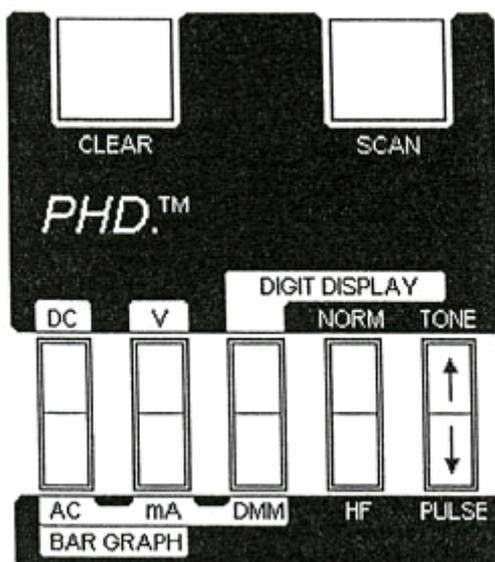

Рис. 4
На Рис.4 показано расположение переключателя Тональный/Импульсный (TONE/PULSE), который используется для выбора типа набора телефонного номера из тех, что предоставляются коммуникатором PHD. Когда переключатель находится в положении Тональный (TONE), набор номера будет производиться в тональном режиме. В этом режиме активны все шестнадцать (16) кнопок на клавиатуре, причем набор символов состоит из 12-ти стандартных символов от 0 до 9, * и # плюс символы A, B, C, и D (обычно называемые четвертой колонкой или военными тональными сигналами).